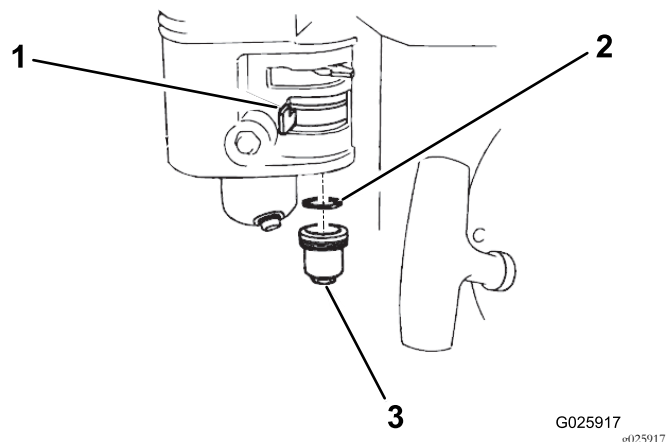

图35
1. 将燃油阀移至“关闭”位置然后取出燃油沉淀杯和 O 形圈 图35。